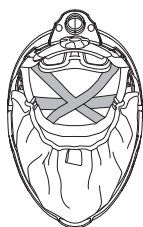

Abb.1a
Schritt 1: Stellen Sie das obere Band auf die bequemste Länge entsprechend der Kopfgröße des Trägers ein (siehe Abb. 1a).